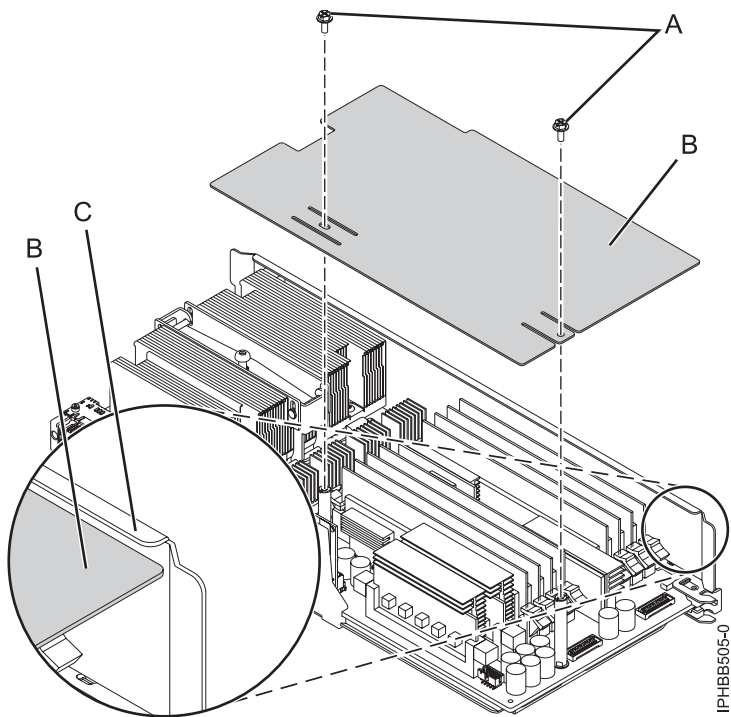

Figure 7. Retrait du capot plat du processeur système
- Si vous disposez du capot plat illustré dans la figure 7, à la page 12, desserrez les deux vis (A), faites glisser le capot (B) pour le dégager de la bride de la plaque métallique (C) et retirez-le.